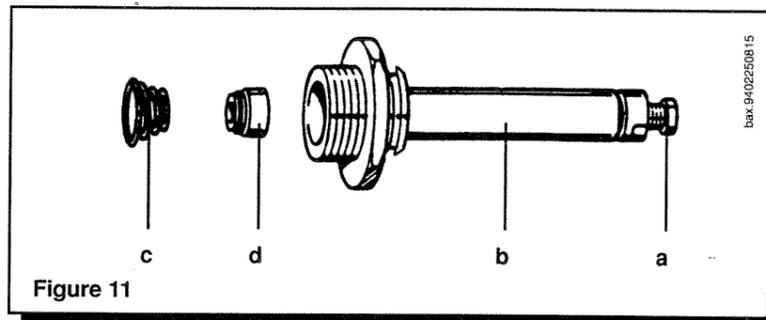

Figure 11
- * dévisser la vis noire (a, Figure 11) jusqu'à ce qu'on atteigne la valeur de pression correspondant à la puissance réduite (voir tableau 1);
- * sceller la vis noire (a, Figure 11).
- * remplacer le ressort en ayant soin de le placer correctement (figure 11); remonter le tube et effectuer le nouveau tarage de pression comme indiqué en (E).